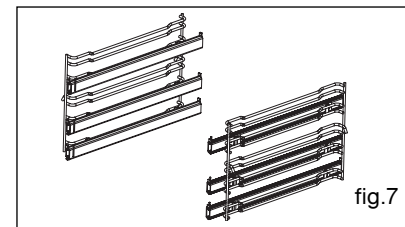

fig.7
- **Soporte de bandeja saliente (fig.7)**